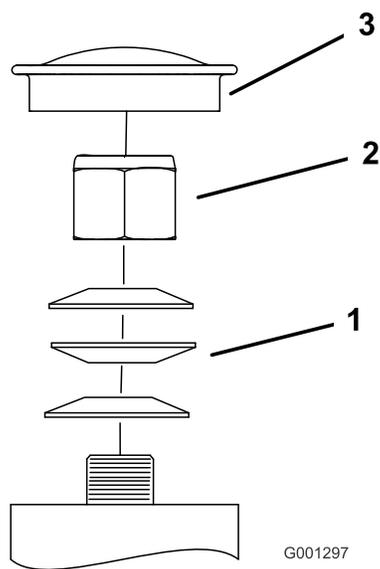

Bild 79
3. Entfernen Sie den Staubdeckel vom Laufrad und ziehen Sie die Sicherungsmutter an (**Bild 79**).
4. Ziehen Sie die Sicherungsmutter so weit fest, dass die Federscheiben flach liegen und schrauben dann um Viertelumdrehung zurück, um die Lager richtig vorzuspannen (**Bild 79**).
Wichtig: Achten Sie darauf, dass die Federscheiben richtig eingesetzt sind, siehe **Bild 79**.
5. Setzen Sie den Staubdeckel auf (**Bild 79**).